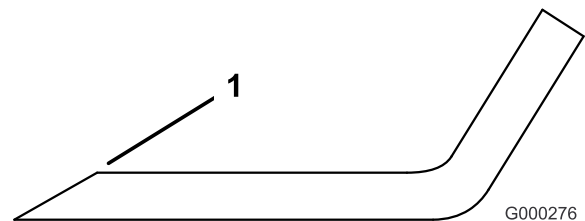

Figura 96
1. Utilice una lima para afilar el filo de corte en ambos extremos de la cuchilla (Figura 96). Mantenga el ángulo original. La cuchilla permanece equilibrada si se retira la misma cantidad de material de ambos bordes de corte.